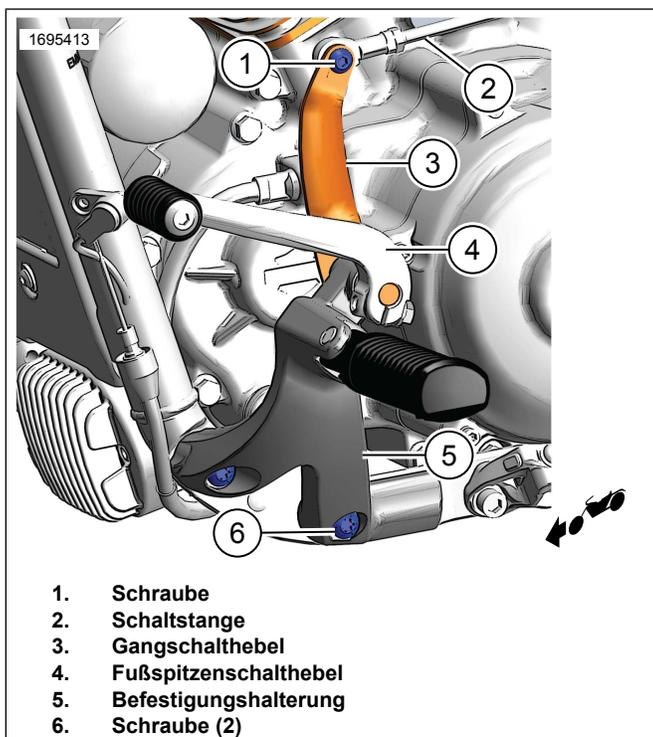
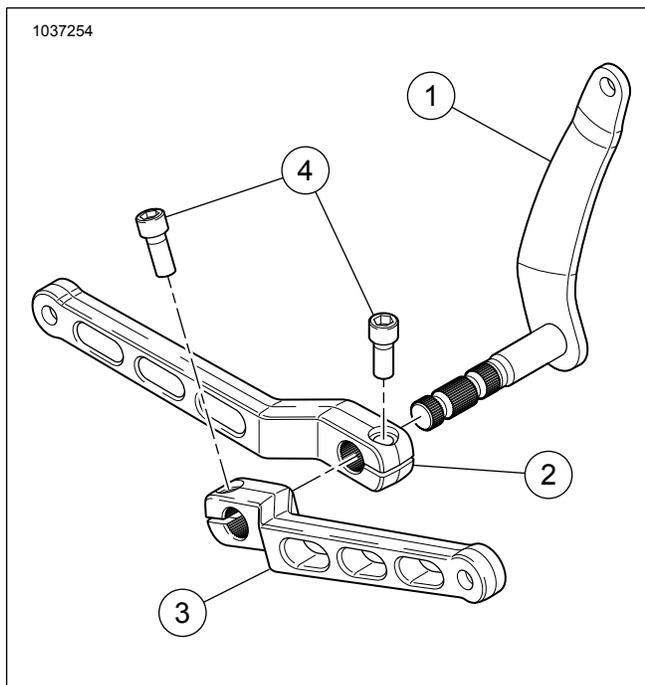
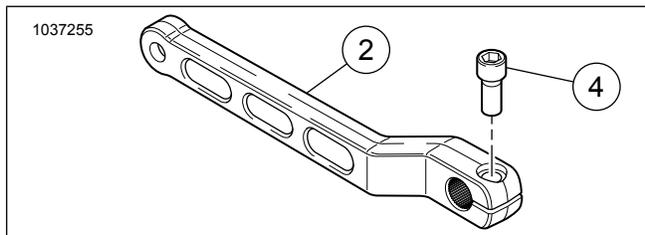
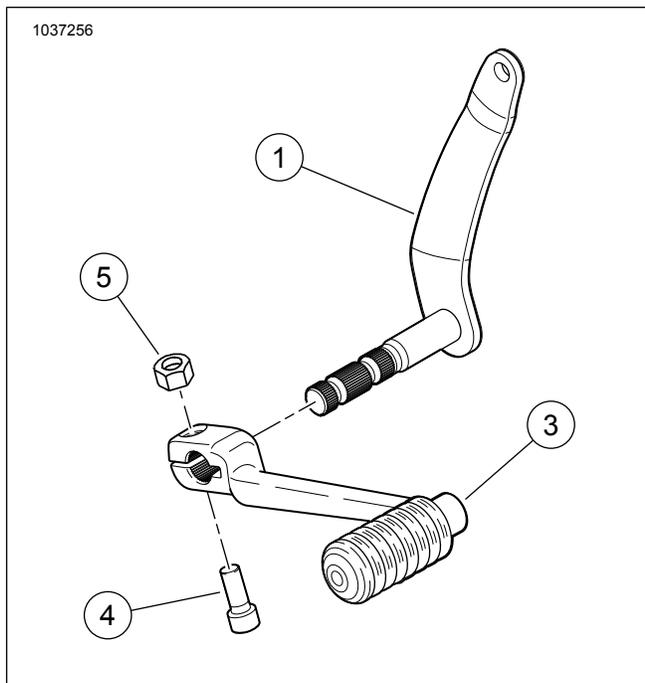

Abbildung 1. Fußrastenhalterung
Abbildung 2. Fersen-/Fußspitzenschalthebelsatz
Abbildung 3. Fußspitzenschalthebelsatz
Abbildung 4. Fersenschalthebelsatz
Siehe Abbildung 2, Abbildung 3, Abbildung 4 und Tabelle 1.
1. Siehe Abbildung 3. Den Originalausstattung (Original) -Schalthebel entfernen. Siehe Werkstatthandbuch.
2. Den Fußspitzenschalthebel (1) auf der Keilwelle montieren und sicherstellen, dass der Winkel des Hebels derselbe ist wie beim entfernten Original-Schalthebel.
3. Sobald der Fußspitzenschalthebel mit der richtigen Ausrichtung eingebaut ist, die Innensechskantschraube montieren (4) und auf den im Werkstatthandbuch angegebenen Wert festziehen.
1. Siehe Abbildung 1. Den Original -Fußspitzenschalthebel (4) von der Gangschaltungs-Keilwelle (3) entfernen.
2. Den Original -Gangschalthebel (3) von der Schaltstange (2) entfernen.
3. Den Original -Gangschalthebel (3) von der Befestigungshalterung (5) entfernen. Den O-Ring und das Kunststoff-Distanzstück aufbewahren.
4. Die beiden Schrauben (6) von der Fahrertrittbrett-Halterung am Rahmen entfernen. Schrauben aufbewahren.
5. Siehe Abbildung 2. Die Original -O-Ringe und das Kunststoff-Distanzstück am **neuen** Gangschalthebel (1) anbringen.
6. Siehe Abbildung 1. Den **neuen** Gangschalthebel (3) an der Befestigungshalterung (5) anbringen.
7. Gewindesicherungsmittel auf die vorher entfernten Schrauben (6) auftragen.
9. Den **neuen** Gangschalthebel (3) an der Schaltstange (2) anbringen. Ziehen Sie die Schraube (6) an. Siehe Werkstatthandbuch.
10. Siehe Abbildung 2. Den Fußspitzenschalthebel (2) im gewünschten Winkel auf der Keilwelle montieren.
- a. Die Schraube (4) festziehen. Festziehen.
11. Siehe Abbildung 2. Den Fersenschalthebel (3) im gewünschten Winkel auf der Keilwelle montieren.